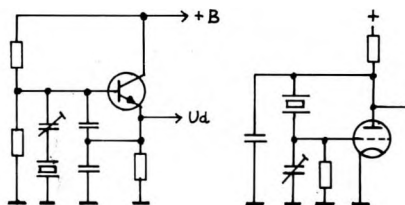

Fig. 7.
7. Fig. 7 viser de to ønskede kredsløb, der er i virkeligheden tale om nøjagtig samme type oscillator.